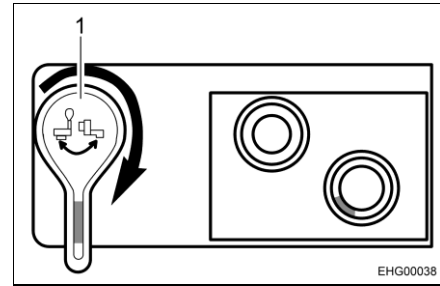

Fig. 51 Llave de desagüe, abierta
- Abrir la llave de desagüe. Para ello, girar la palanca de la llave de desagüe 90° en sentido de las agujas del reloj (véase Fig. 51,1).